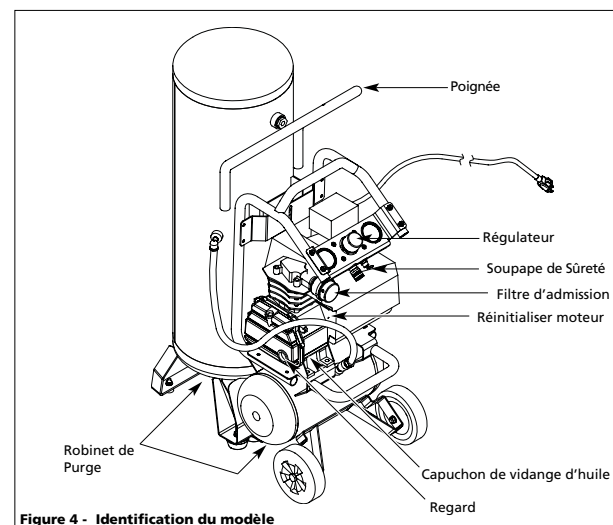

Figure 4 - Identification du modèle
2. Porter des lunettes de sécurité, tirer l'anneau sur la soupape de sûreté (voir les Figures 4 et 8) pour dégager la pression du réservoir du compresseur. Utiliser l'autre main pour éloigner l'air se déplaçant rapidement du visage.
1. Éteindre le compresseur et dégager la pression du système. Pour dégager la pression du système, tirer sur la soupape de sûreté ASME (voir les Figures 4 et 8). Éloigner l'air qui s'échappe en protégeant la soupape d'une main tout en tirant de l'autre. Tirer l'anneau jusqu'à ce que le réservoir soit vide.
3. Enlever le bouchon de vidange (voir Figure 4), permettre que l'huile se vide dans le récipient. Incliner le modèle pour le vider complètement.
Si le protecteur de surchauffe est activé, le moteur doit pouvoir se refroidir pendant 30 minutes avant tout démarrage manuel. La réinitialisation du moteur se trouve sur le côté de la pompe du compresseur (voir la figure 4).